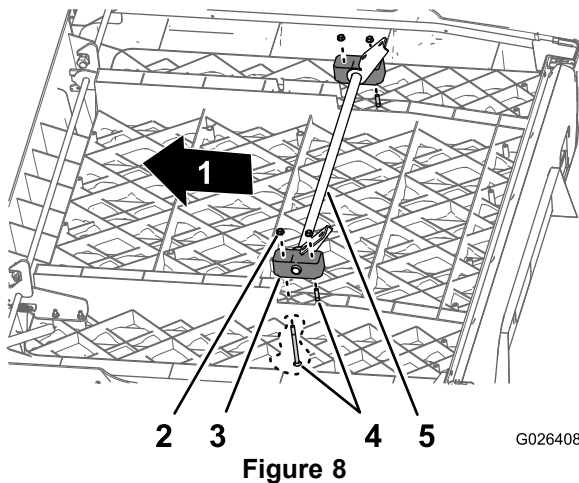

Figure 8
1. Sur l'**ancien** plateau, retirez les 4 boulons de carrosserie (3/8 x 5 po) et les 4 écrous cannelés (3/8 po) qui fixent les 2 blocs de pivotement et le support de pivot au bas du plateau (Figure 8).